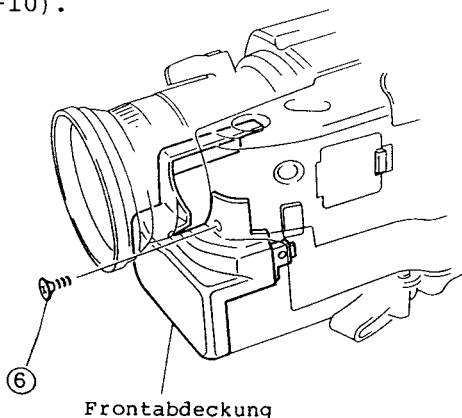

Abb. 2-10
6. Eine (1) Befestigungsschraube des Frontdeckels entfernen (siehe Abb. 2-10).
7. Den Frontdeckel entfernen (siehe Abb. 2-10).